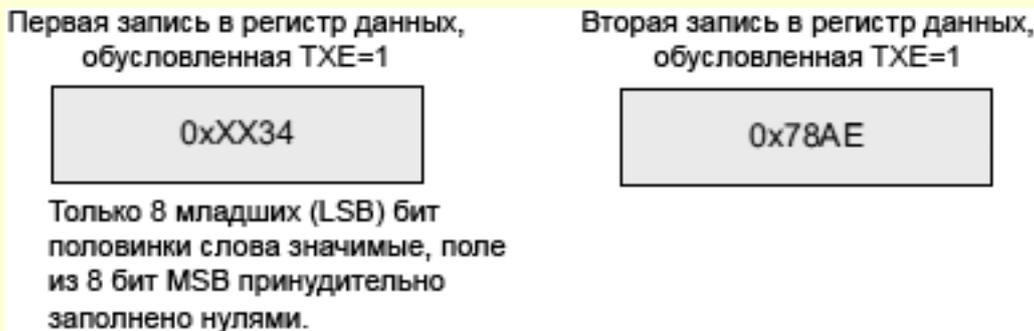

Рис. 275. Операции, необходимые для передачи 0x3478AE.
- В режиме передачи: если передаются данные 0x3478AE, требуются 2 операции записи в регистр SPI\_DR со стороны программы или DMA. Ниже на рис. 275 показаны эти операции.